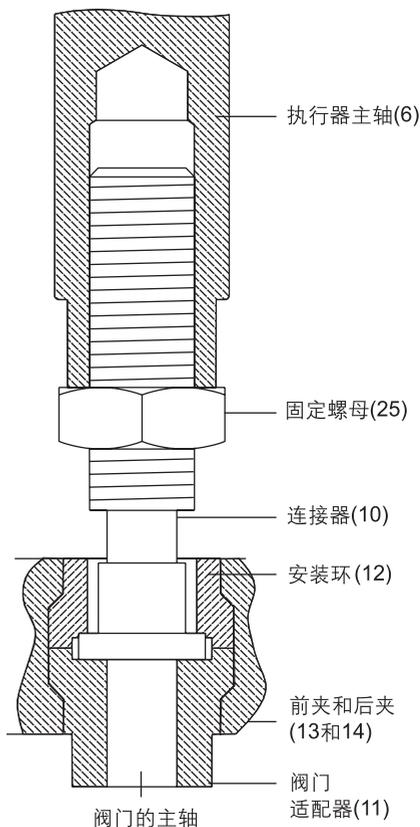

图6 执行器适配器，阀门适配器和连接器的安装
如要调整弹簧的设定值，参考图6以及以下步骤：
- 保持阀门的阀芯在阀座上时调整阀门连接器(10)，直至其能紧紧压在阀门适配器（11）上，拧紧锁定螺母（25）。参考图6的正确安装
- 保持阀门的阀芯在阀座上时调整阀门适配器（11），直至其能紧紧压在阀门连接器(10)上，参考图6的正确安装